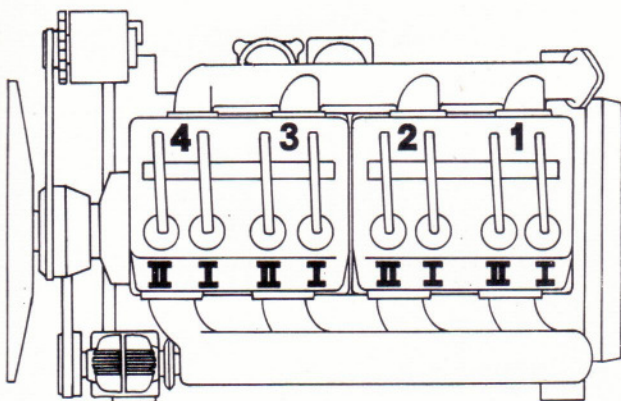

Bild 121
- Anordnung der Ventile (Bild 121).